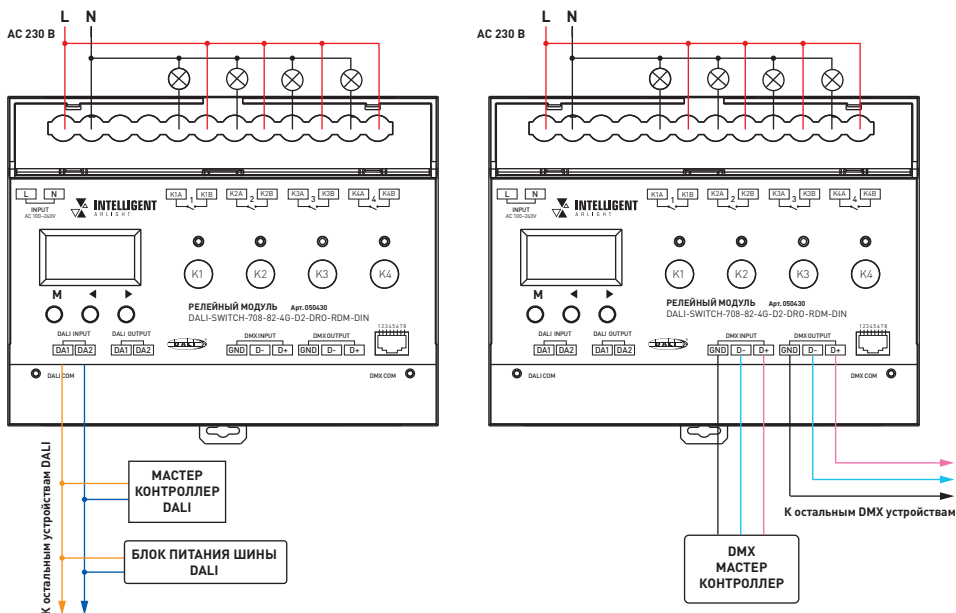

Рис. 2. Схема подключения релейного модуля при коммутации AC 230 В
3.2. Подключите релейный модуль в соответствии со схемой на рис. 2.